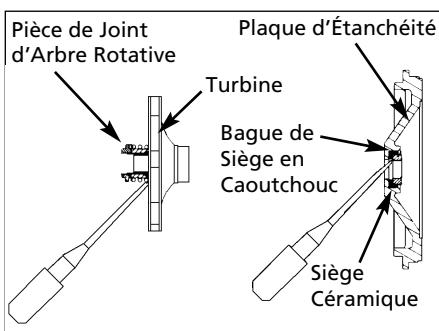

Figure 9 - Enlever le Joint d'Arbre et le Siège Céramique
8. Soulever à l'aide d'un levier, la pièce de joint d'arbre rotative de la turbine (Figure 9).